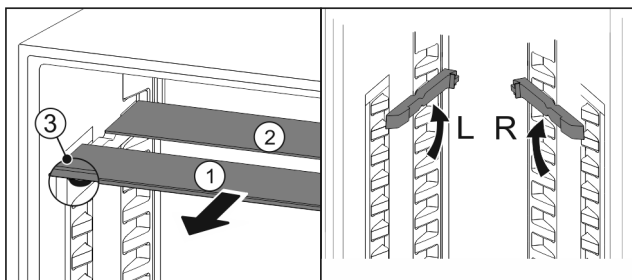

Fig. 153
- estrarre i ripiani di vetro singolarmente tirando in avanti Fig. 153 (1).
- Il piano in vetro Fig. 153 (1) con il motivo ornamentale è nella parte anteriore.
- I fermi Fig. 153 (3) sono rivolti verso il basso.